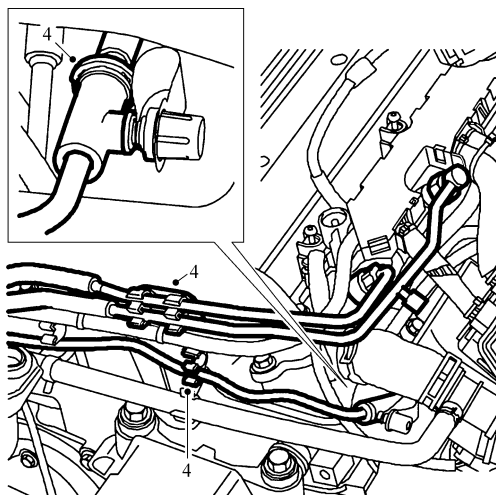

图 7-2 步骤 4) 操作示意图
- 4) 从固定卡扣上松开燃油管路，将螺栓从连接凸轮轴盖的支架上拆下，如图 7-2 所示。